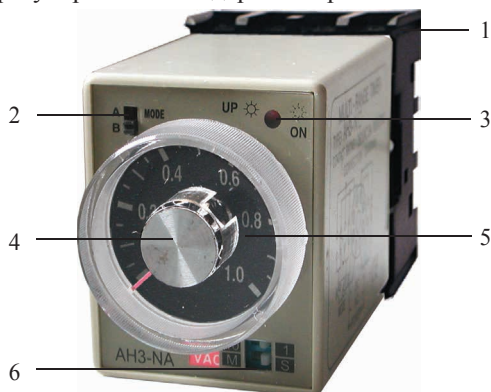

Рис. 1
- Установите клеммную колодку (п. 1, рис. 1) на DIN-рейку.
С помощью переключателя (п. 2, рис. 1) выберите режим срабатывания выходных реле таймера:
- b. С помощью переключателя (п. 6, рис. 1) задайте временной диапазон полной шкалы таймера.
- c. С помощью поворотного селектора 4 на циферблате (п. 5, рис. 1) выберите необходимый временной интервал **T**.
- d. Включите таймер, подав напряжение на контакты 2 и 7. При включении светодиодный индикатор **UP/ON** (п. 3, рис. 1) загорится зеленым цветом и начнется отсчет времени **T**.